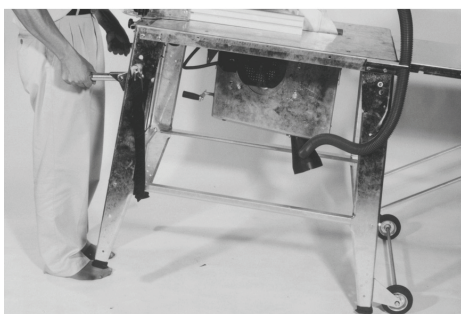

Fig. 23
- La machine est facilement déplaçable (voir fig. 23).